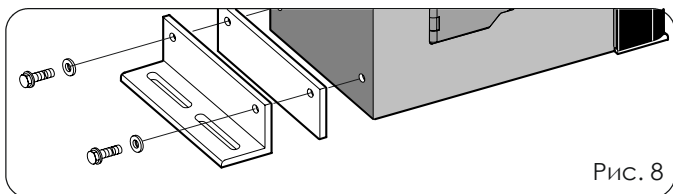

Рис. 8
1. Прикрепите крепежные уголки и антивибрационные прокладки к двигателю, как показано на рис.8.